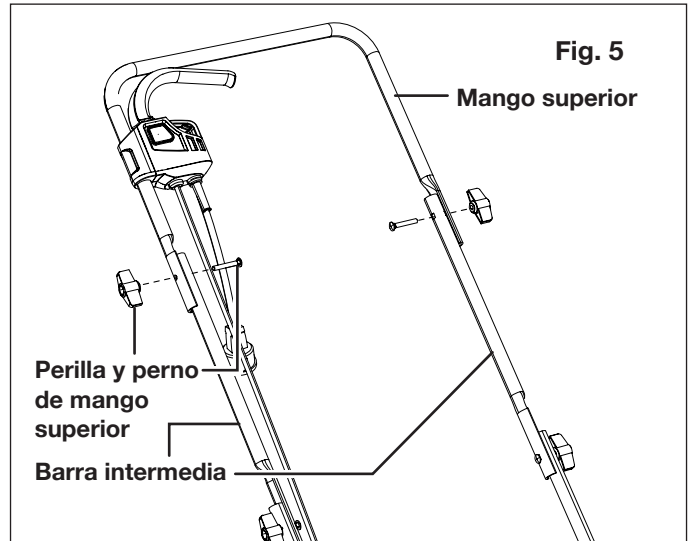

Fig. 5
4. Conecte el mango superior a las barras intermedias usando el segundo conjunto de perillas y pernos. Ajuste las perillas en cada lado para garantizar un ajuste seguro (Fig. 5).